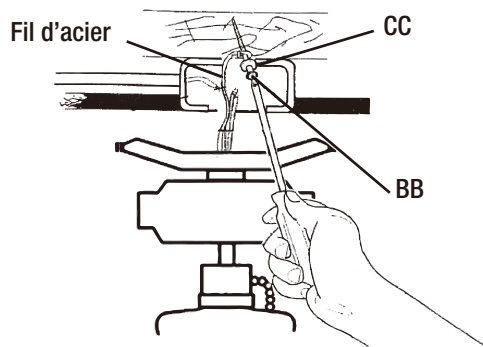

Figure 6
- Pour empêcher le ventilateur de tomber, un support de sécurité additionnel est fourni. Fixer le fil en acier inoxydable à la solive du plafond en utilisant la vis et la rondelle (BB & CC) comme l'indique la Figure 6.